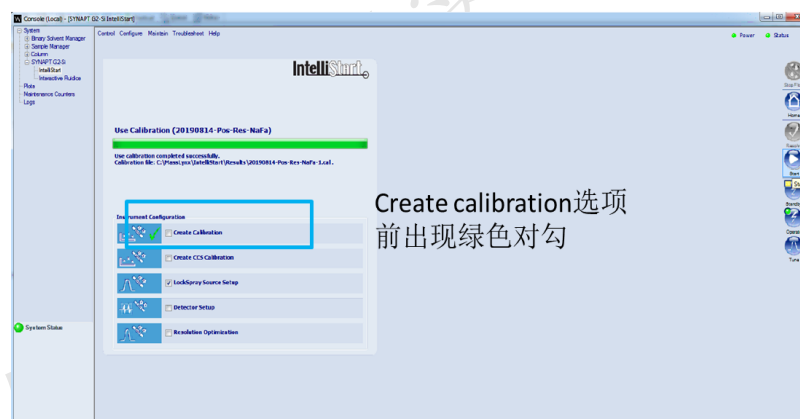

图 2-10 质量轴调谐文件操作
- ⑤ 图 2-9(e): 点击 Next, 进入下一步。进入图 2-10 操作步骤。
- ① 图 2-10(a):选择 Tune page 选项, 点击 Next, 显示图 2-10(b);
- ② 图 2-10(b): 点击 Start 显示图 2-10(c);
- ③ 图 2-10(c): 核实显示绿色进度条, 弹出显示图 2-10(d)调谐报告;
④ 图 2-10(d): 1. 核对数值均 < 1 ppm; 2. 点击左上角对号进行确认显示图 2-10(e);
⑤ 图 2-10(e): Create calibration 选项前出现绿色对勾。